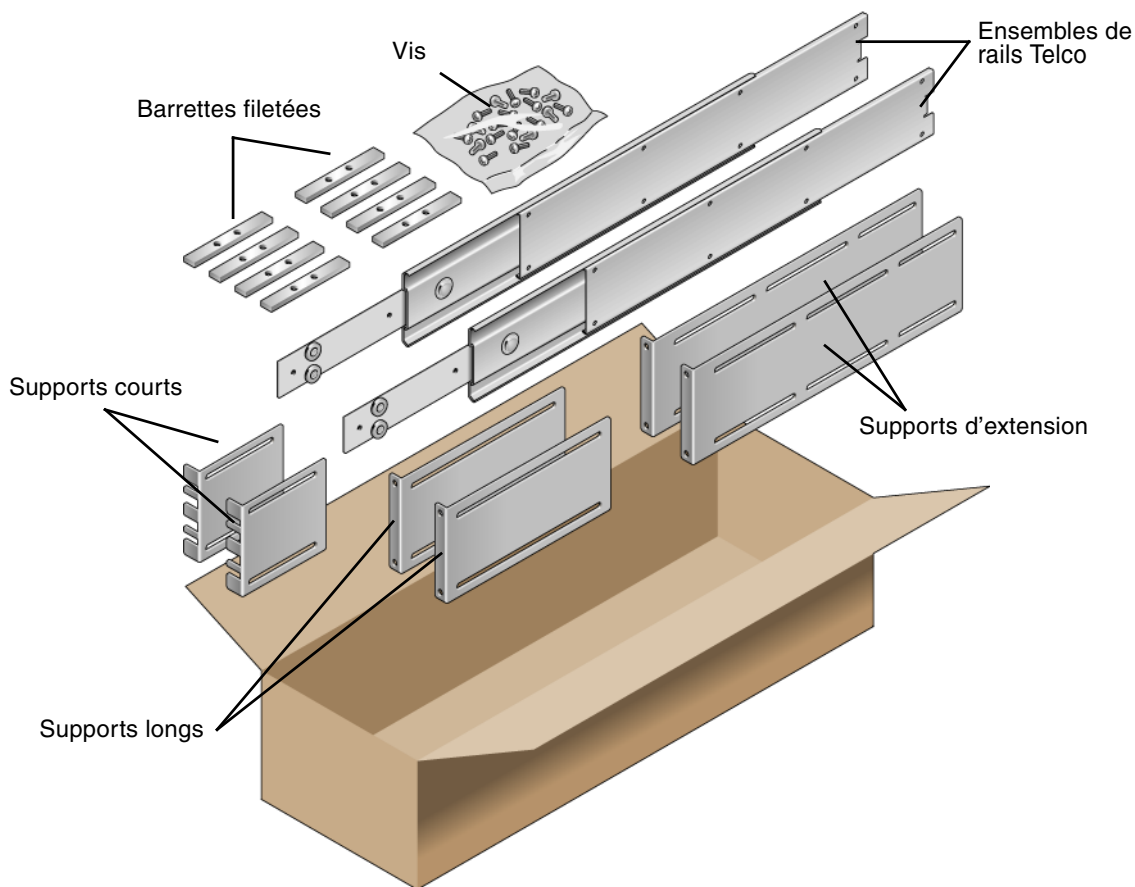

FIGURE 3-6 Contenu du kit de rails coulissants de 19 pouces à 4 montants
- 3. Retirez les ensembles de glissières Telco du kit de montage en rack (FIGURE 3-6).**
6. Retirez les supports courts et longs du kit de montage en rack (FIGURE 3-6).